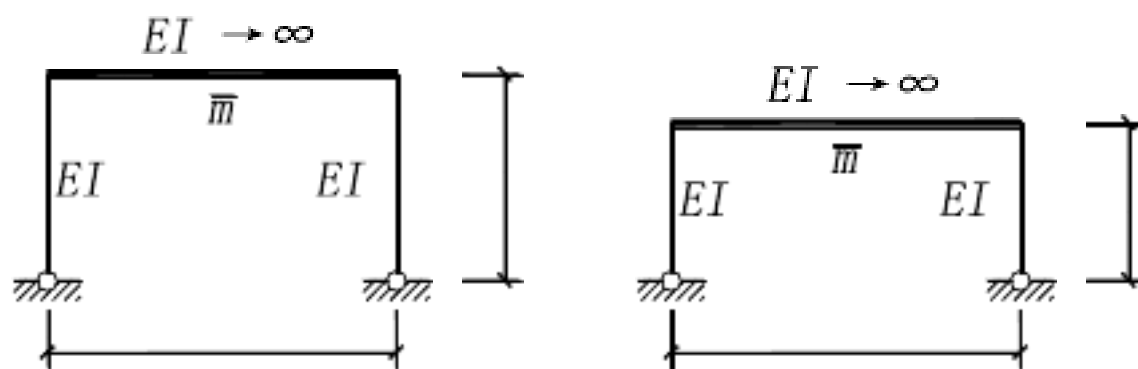

图 4
4. 定性分析图 4 (a) 和 (b) 结构的自振频率 ω 之间的关系, $EI_1 = \text{常数}$, 忽略杆件的轴向变形。(5分)